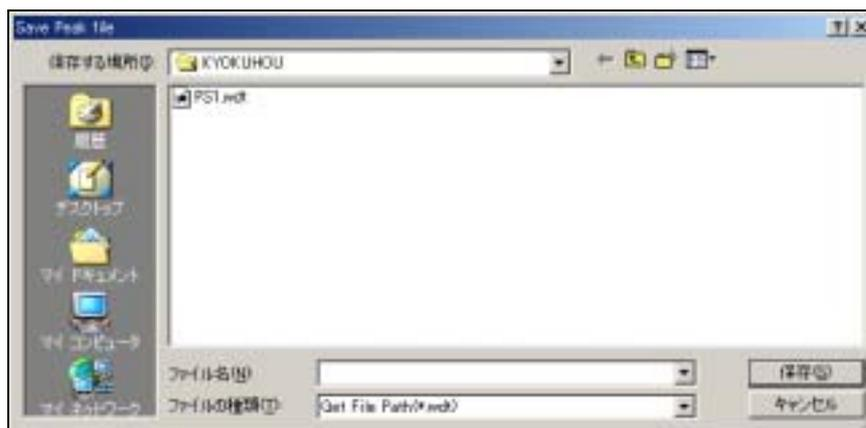

図 5-6 Save Peak File ダイアログボックス
4. 入力が終了したら、<OK>ボタンをクリックします。図 5-6 のダイアログボックスが表示され、作成したピーク波数テーブルファイルを保存します。ピーク波数テーブルファイルの拡張子は “.wdtp” です。